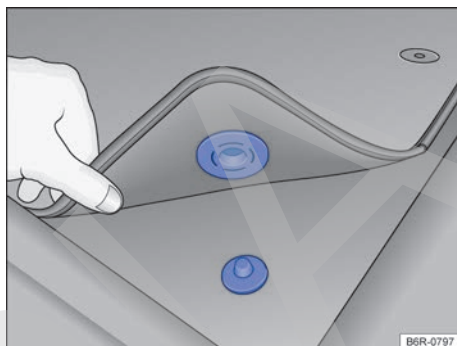

Fig. 17 Alfombra delantera del lado del conductor con fijación al perno de la alfombra.
- ✓ Acomodar bien la alfombra en la zona repapiada del lado del conductor para que no obstruya la zona de los pedales. Dependiendo de la versión del vehículo, la alfombra delantera del lado del conductor puede tener fijación al perno de la alfombra → fig. 17.